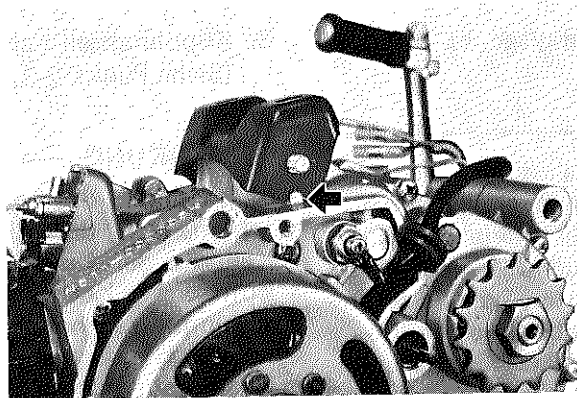

Fig. 3-5-1
1. Install the engine bracket. Fit the cut on the left side of the bracket over the projection of crankcase, and secure with bolts. (Fig. 3-5-1)
1. Installer le support du moteur. Ajuster l'encoche prévue du côté gauche du support sur la saillie du carter, et fixer le support avec les boulons (Fig. 3-5-1).
1. Zuerst die Motorbefestigungskonsole einbauen; dabei den Ausschnitt an der linken Seite der Konsole über den vorstehenden Kurbelgehäuseteil schieben und danach mit Schrauben befestigen. (Fig. 3-5-1)